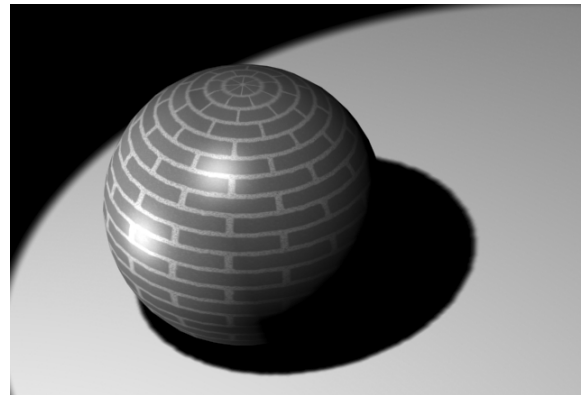

Fig.9.23
- ▶ **Couleur diffuse** : permet d'appliquer une texture en tant que couleur diffuse. Cela équivaut à peindre une image sur la surface de l'objet. Ainsi, pour créer un mur en briques, vous pouvez choisir une texture comportant une image de briques (fig.9.23). C'est le type de texture le plus courant.